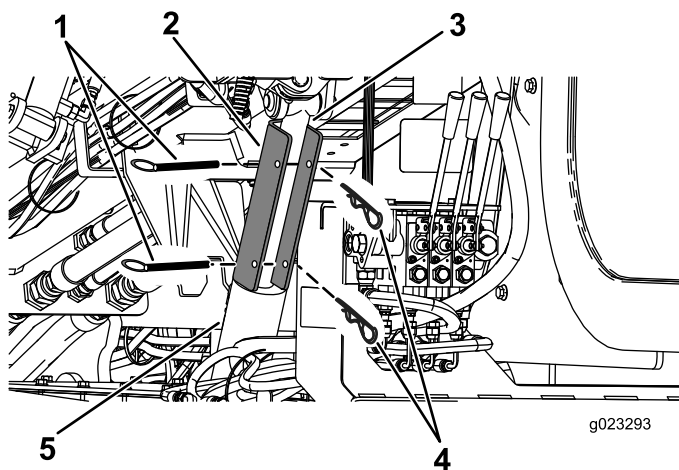

Рисунок 97
4. Установите замок на шток гидроцилиндра (Рисунок 97).
5. Закрепите замок гидроцилиндра посредством штифта с головкой и шплинта (Рисунок 97).
4. Снимите штифт с головкой и шплинт, закрепляющие замок гидроцилиндра (Рисунок 97).